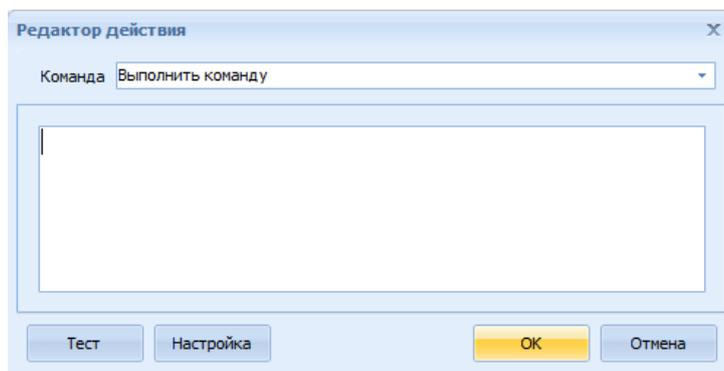

Рис. 43 Окно редактор действия: **Выполнить команду**
- При выборе действия **Выполнить команду** можно ввести любую командную строку (Рис. 43).